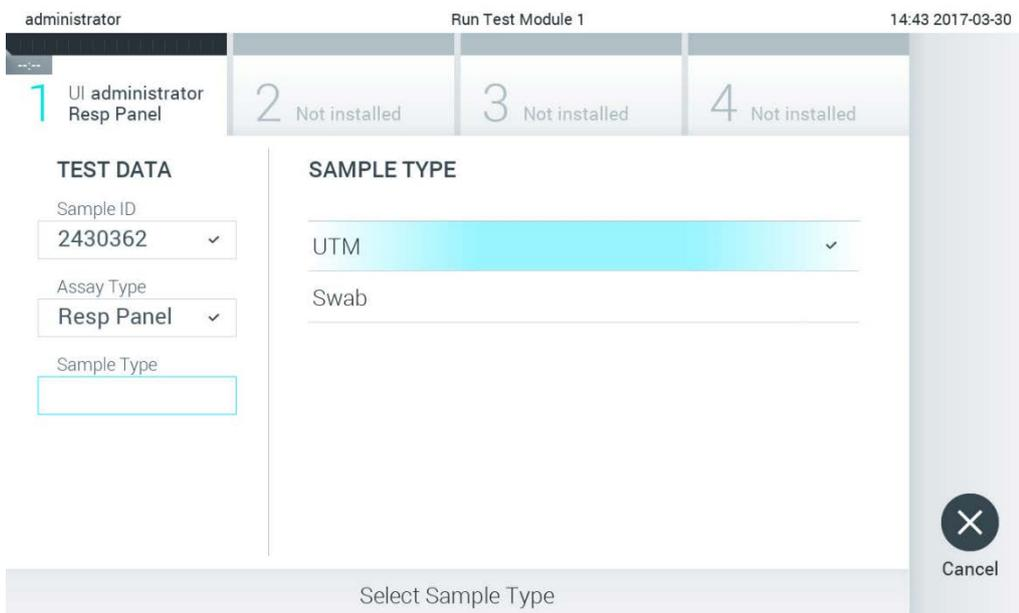

Figure 25. Sélection du type d'échantillon.
4. Si nécessaire, sélectionnez le type d'échantillon approprié dans la liste (Figure 25).